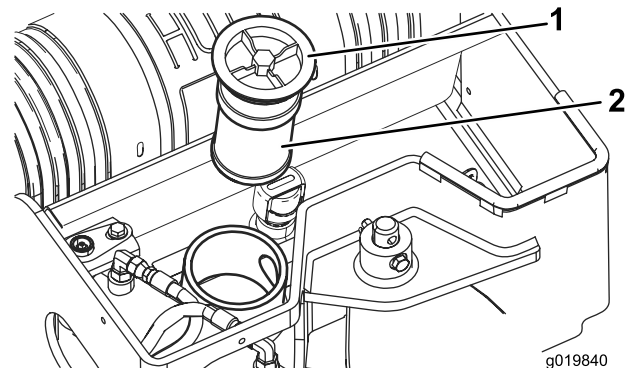

Figura 58
5. Limpie la zona alrededor del cuello de llenado del depósito de aceite hidráulico, y retire el tapón y el filtro del cuello de llenado usando una llave de tubo (Figura 58).